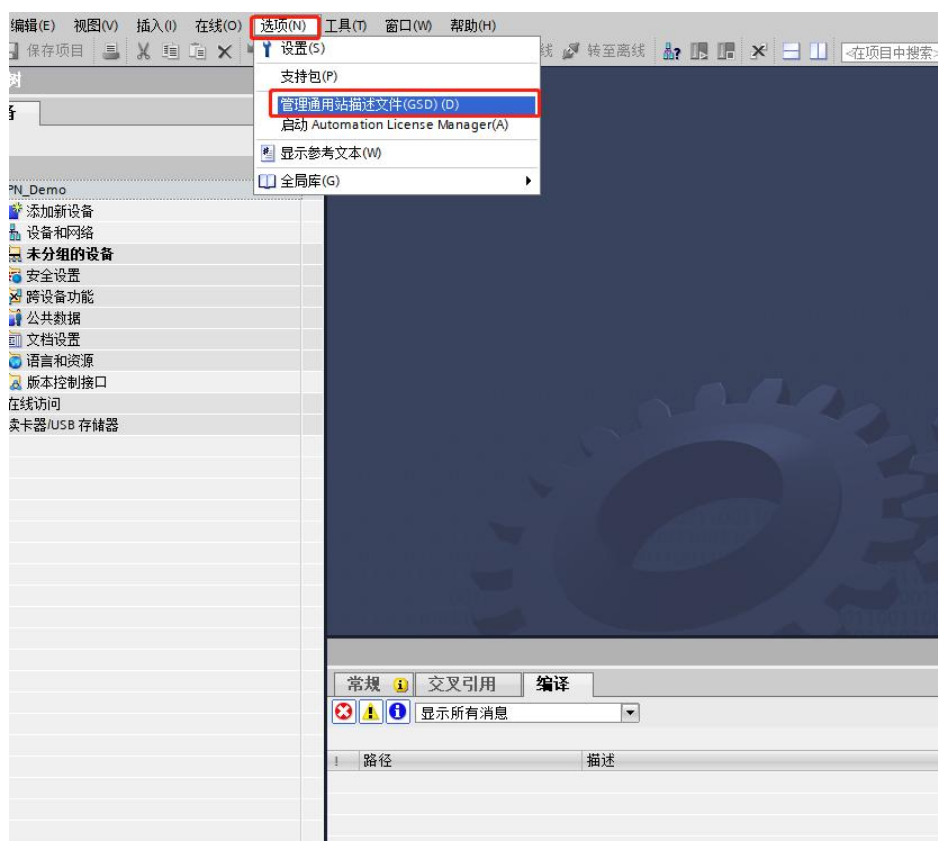

图 1-3a
2.1 如图添加 GSD 文件（过程如图 1-3a ~ 1-3c 所示）：